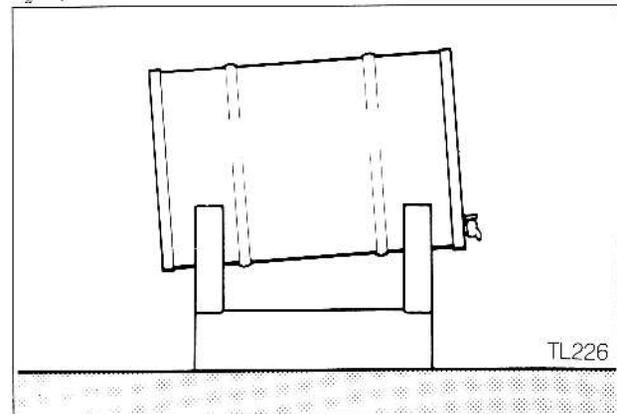

Fig 117
5. Fig. 117. Les fûts de combustible doivent être stockés à l'abri pour éviter la pénétration d'eau. Ils doivent être légèrement inclinés, de façon à permettre à l'eau de s'écouler du rebord supérieur. Les fûts ne doivent pas être stockés trop longtemps avant l'emploi.